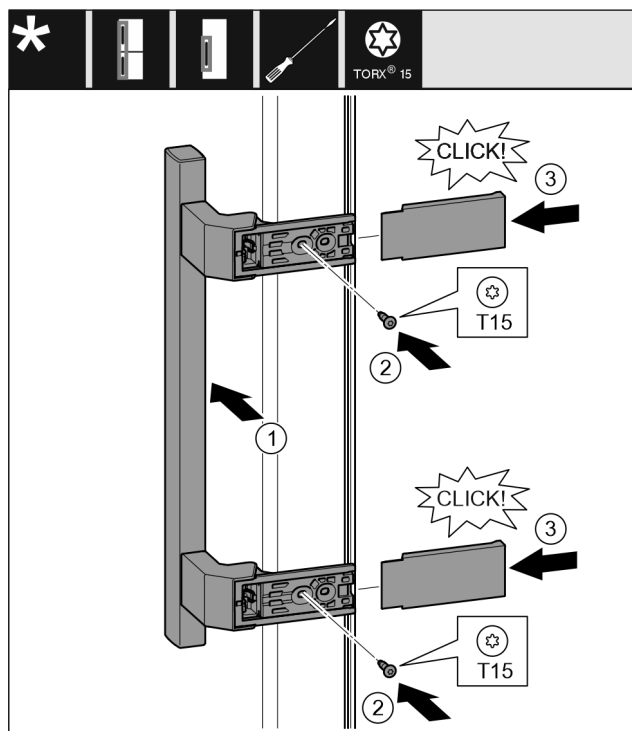

Fig. 15
- Поставете дръжката от другата страна. Fig. 15 (1)
- С отвертка T15 затегнете винтовете. Fig. 15 (2)
- Поставете отстрани капците и ги нахлузете. Fig. 15 (3)